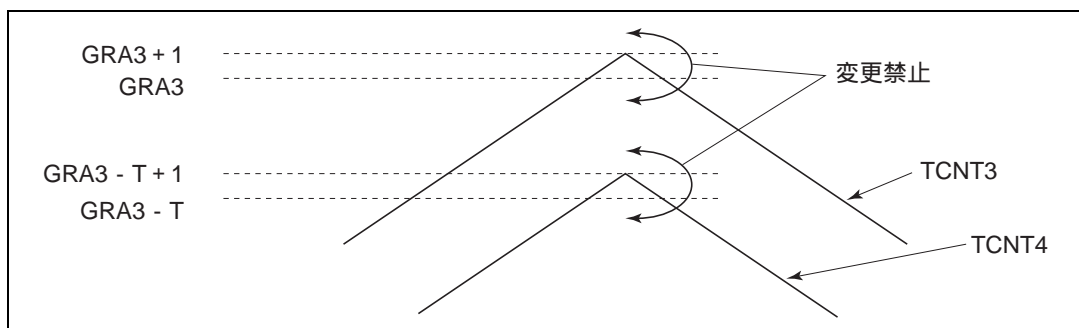

図 8.40 バッファ動作による GR の設定変更時の注意 (1)
バッファ動作によるGRの設定変更時の注意 (1) を図8.40に示します。